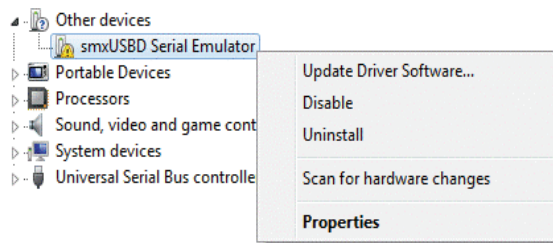

Figure 82 Gestionnaire de périphériques Windows 8/8.1
9. Sous **Autres périphériques**, cliquez avec le bouton droit sur **smxUSBD Serial Emulator** et sélectionnez **Mettre à jour le pilote logiciel** (Figure 82).